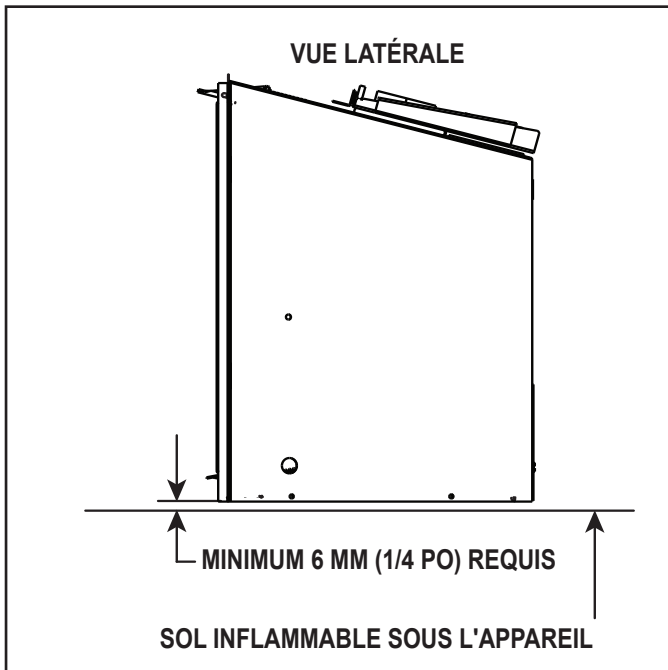

Figure 3.18 Dégagement par rapport au sol pour combustible solide
- Un espace minimal de 6,35 mm (1/4 po) entre le bas de l'appareil et le sol métallique de la boîte à feu pour combustible solide est **RECOMMANDÉ**. Voir la vue de côté à la Figure 3.18.
- Un plancher inflammable sous l'appareil est acceptable avec un espace de 6,35 mm (1/4 po). Voir la figure 3.18.